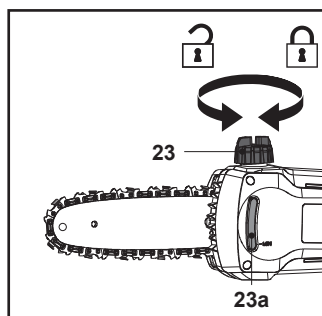

Fig. 13
1. Placer le produit sur une surface plane et stable, le bouchon du réservoir d'huile (23) vers le haut. Nous recommandons de poser une protection non inflammable sous le produit.
2. Dévisser et retirer le bouchon du réservoir d'huile (23) (Fig. 13).